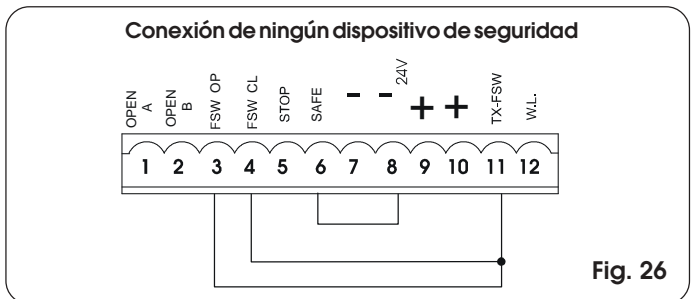

Fig. 26
**NOTA:** Si no se utilizan dispositivos de seguridad, hay que puentear los bornes como se indica en la fig. 26.
**Nota:** Si no se conectan dispositivos de seguridad en apertura, puentee las entradas FSW OP y -TX FSW (fig. 26).
**Nota:** Si no se conectan dispositivos de seguridad en cierre, puentee los bornes FSW CL y -TX FSW (fig. 26).
**Nota:** Si no se conectan dispositivos de seguridad borde, puentee las entradas SAFE y - (fig. 26).